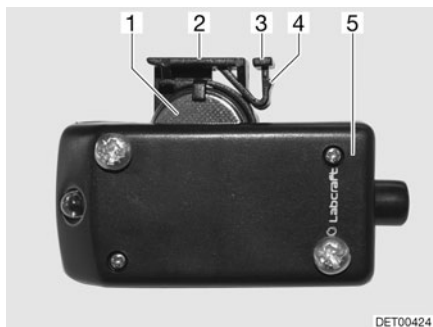

Fig. 210 Lámpara del armario ropero con el compartimento de la pila abierto
- En el lado superior de la lámpara del armario ropero (Fig. 210,5), empujar la orejeta de sujeción (Fig. 210,3) cuidadosamente hacia atrás. Queda libre la saliente (Fig. 210,4) de la orejeta de sujeción.
- Extraer el portador de la pila (Fig. 210,2) hacia arriba.
- Sacar la pila botón (Fig. 210,1) del portador de la pila.